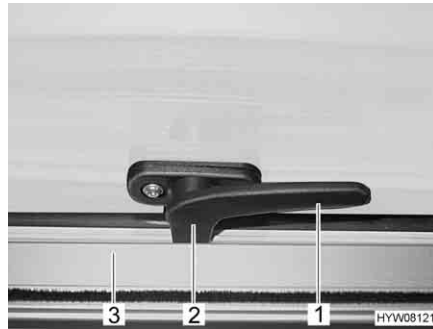

Bild 99 Låsarm i läget "stängd"
- Sväng låsarmen (Bild 99,1) ett kvarts varv mot fönstrets mitt.
- Sväng låsarmen (Bild 99,1) ett kvarts varv mot fönsterkarmen. Låsspaken (Bild 99,2) är placerad på insidan av fönsterlåset (Bild 99,3).